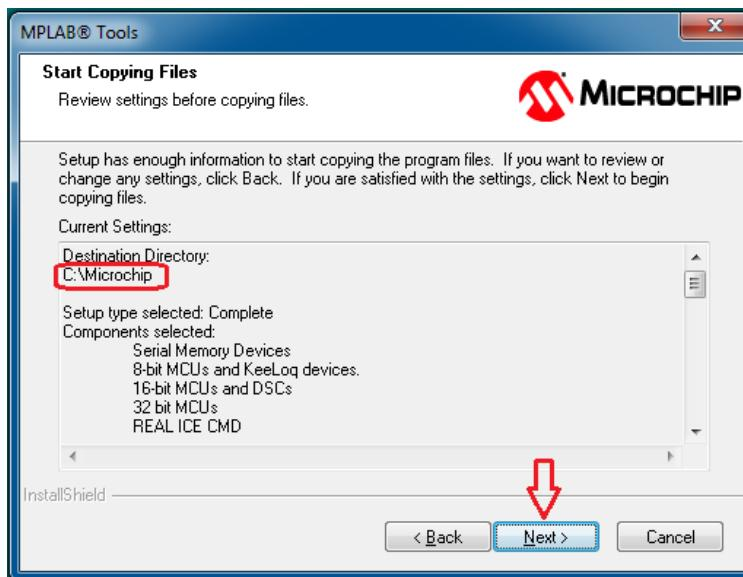

Figura 3.6 - Resumo do processo de instalação.
- 7) No passo seguinte aparecerá uma tela com um resumo do que será instalado. Confira se o diretório de instalação é C:\Microchip e clique em “Next” (ver Figura 3.6). Isso levará alguns minutos.